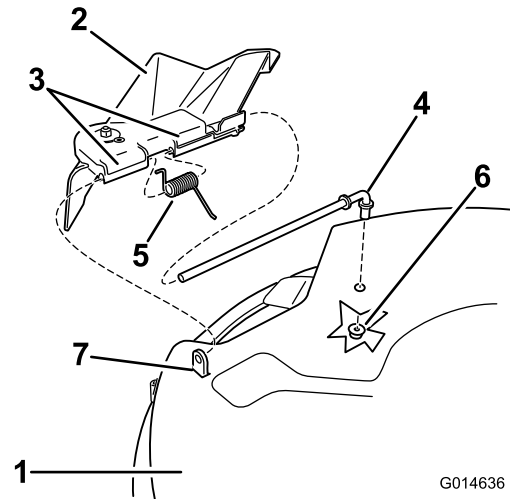
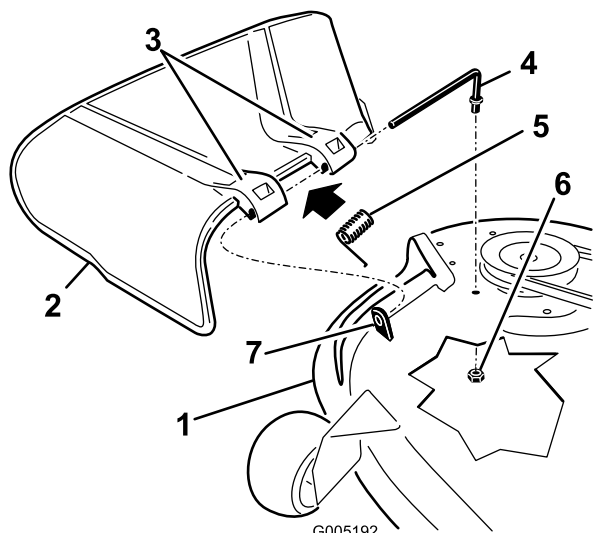

Figura 65
Figura 66
- Retire la tuerca (3/8") de la varilla (debajo del cortacésped) (Figura 65 y Figura 66).
- Retire la varilla del espaciador corto, del muelle y del deflector de hierba (Figura 65 y Figura 66).
- Cambie el deflector de hierba (Figura 65 y Figura 66).
- Deslice la varilla por el otro soporte del deflector de hierba (Figura 65 y Figura 66).
- Sujete el extremo trasero de la varilla en el cortacésped con una tuerca (3/8"), según se muestra en Figura 65 y Figura 66.